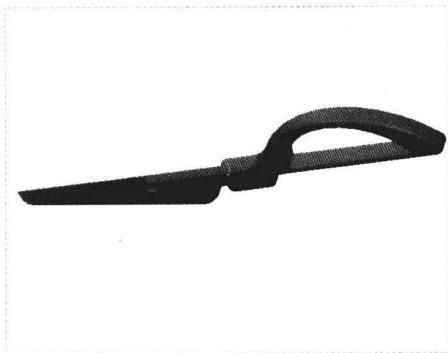

图 15-71 打开一个零件
Step 01 按【Ctrl+N】组合键，新建装配文件。在“功能区”选项板的“模型”选项卡中，单击“元件”面板中的“组装”按钮，弹出“打开”对话框，选择合适的文件，单击“打开”按钮，打开一个零件，如图 15-71 所示。